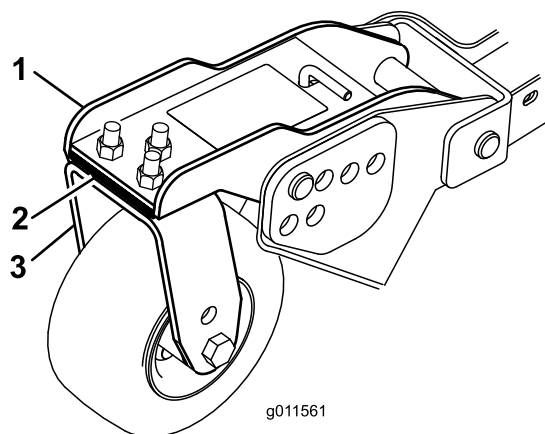

Figura 29
3. Ajuste os calços de 3 mm na(s) forquilha(s) da roda giratória de forma que coincidam com altura de corte fixada no autocolante (Figura 29).